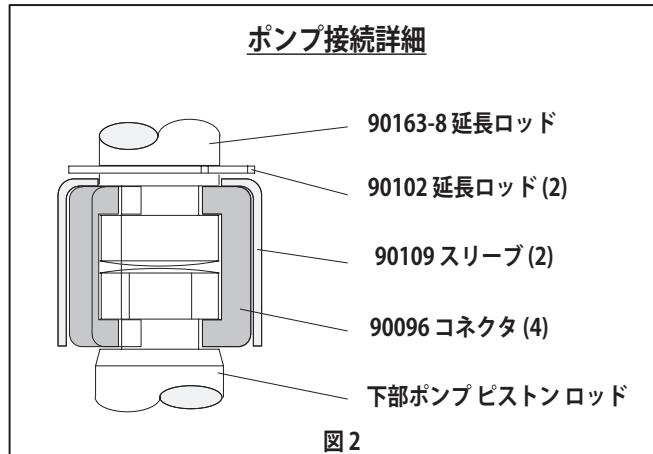

図 2
4. E リング ベンチを使用して、保持リングを十分上方に移動し、(図 2 参照) 2 つのコネクタを解放するスリーブにスライドします。空気モーターは脇に置きます。